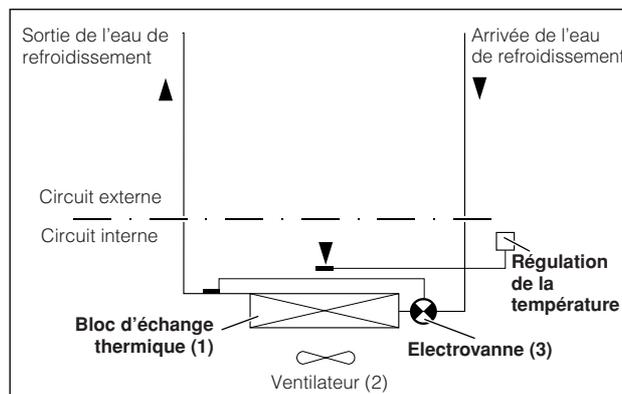

Fig. 2 : Echangeur thermique air/eau
L'échangeur thermique air/eau se compose de trois éléments principaux (voir fig. 2) : le bloc d'échange thermique (1), le ventilateur (2) et l'électrovanne (3), reliés entre eux par des tuyaux.